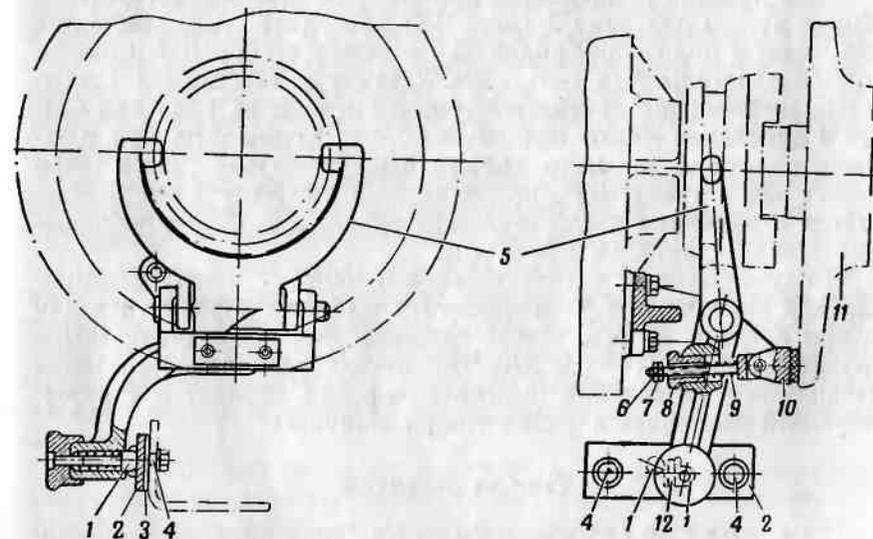

Рис. 192. Регулировка тормоза барабана лебедки:
1. Поставить вилку 5 (рис. 192) в выключенное положение.
Если лебедка подверглась разборке, то при последующей ее сборке нужно пластину 2 (рис. 192) закрепить так, чтобы при включенном положении вилки зазор между стопором 1 и выступом 12 пластины был 1—1,5 мм. Установка пластины 2 в нужное положение обеспечивается тем, что отверстия в ней для болтов 4 крепления имеют овальную форму. Кроме того, при установке пластины на место должен выдерживаться также зазор между ней и рукояткой в пределах 6—8 мм. Этот зазор регулируется изменением числа стальных прокладок 3, устанавливаемых между пластиной и буфером.